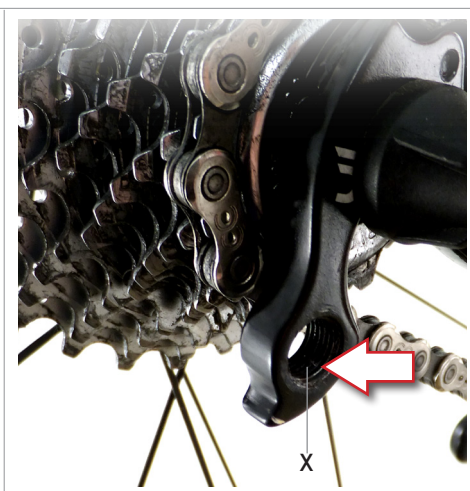

Fig.2
• Tarauder l'oeillet de l'attache du dérailleur sur la patte droite (X - Fig. 2) avec le taraud à main, filetage M10x1.